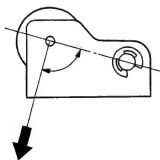

Fig. 4-1
3. Slowly pull the spring scale against the pinch roller in the direction shown by the arrow in Fig. 4-1, until the pinch roller is fully apart from the capstan shaft, then slowly let the pulling force loose and
3. ピンチ・ローラがキャプスタン・シャフトから完全に離れるように秤を矢印の方向 (図4-1)に引張った後、ピンチ・ローラが再びキャプスタン・シャフトに接触するように徐々に戻す。